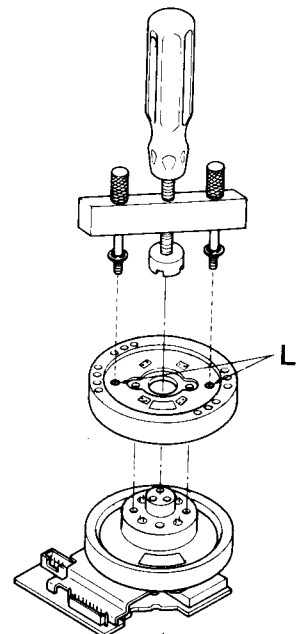

Fig. 11
Gegebenenfalls Kopfscheiben-Abziehvorrichtung verwenden (Fig.11). Hierzu die Abziehvorrichtung in den Gewindelöchern "L" der Kopfscheibe befestigen und den Handgriff im Uhrzeigersinn drehen bis die Kopfscheibe von der Achse abgezogen ist.
- If necessary use the head wheel extractor (Fig.11). For this locate the extractor into the holes "L" drilled in the head wheel and rotate the handle in the clockwise direction until the head wheel is pulled off the shaft.